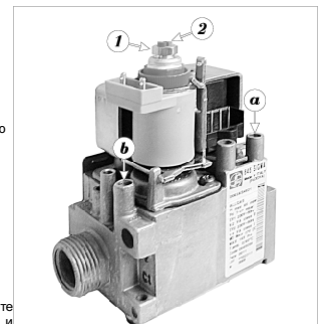

Рис. 24 – Газовый клапан
- Давление газа настраивается элементами на комбинированной газовой арматуре (см.рис. 24). Измеряется давление с помощью U-манометра (против атмосфере) или иным измерителем давления.
- поворотом металлической гайки (1) установите давление газа – см.таблицу. Поворотом по часовой стрелке давление повышается и наоборот.
- гайку (1) подержите с помощью ключа, пластмассовым винтом (2) установите давление газа – согласно таблицы.